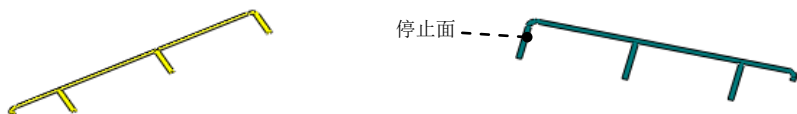

图 13.2.17 成形工具 1
(3) 定义切除深度属性。在“切除—拉伸”对话框的 **方向1** 区域的 下拉列表中选择 **完全贯穿** 选项，其他采用系统默认设置值。
(4) 单击 按钮，完成切除—拉伸 1 的创作。
Step12. 创建图 13.2.17 所示的零件特征——成形工具 1。
(1) 选择命令。选择下拉菜单 **插入(I)** → **钣金(B)** → **成形工具** 命令。
(2) 定义成形工具属性。激活“成形工具”对话框的 **停止面** 区域, 选取图 13.2.17 所示的模型表面作为成形工具的停止面。
(3) 单击  按钮, 完成成形工具 1 的创建。